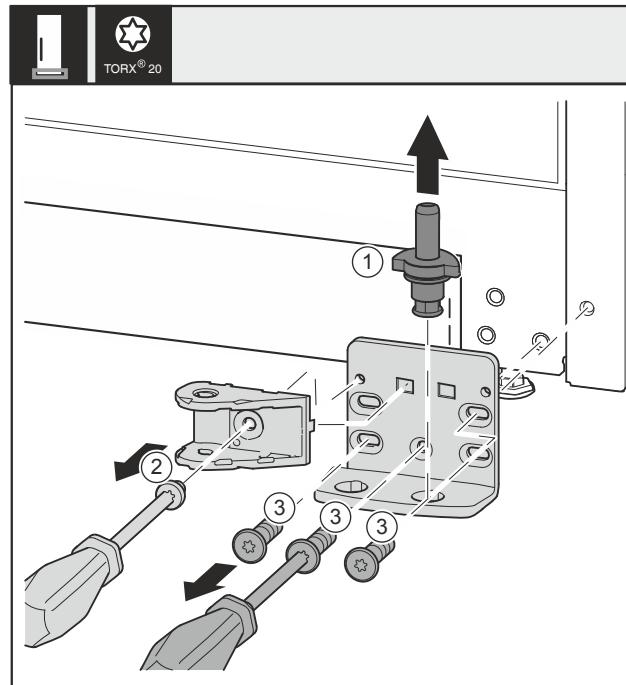

Fig. 33 \*
- ▶ 将轴承螺栓 Fig. 33 (1) 完全向上拉出。\*
- ▶ 将螺钉 Fig. 33 (2) 用螺丝刀旋开并取下关门阻尼器连接装置。\*
- ▶ 将螺钉 Fig. 33 (3) 用螺丝刀旋开并取下托架。\*